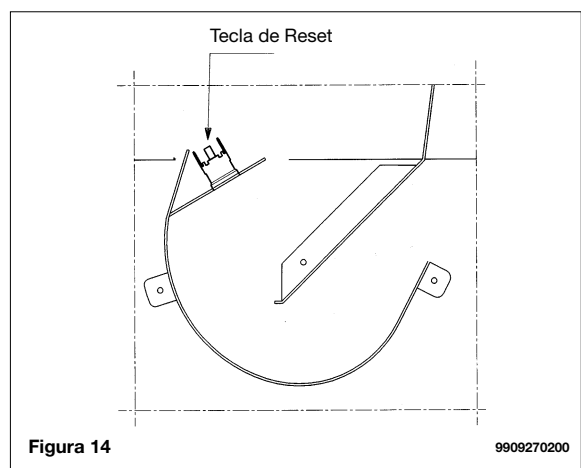

Figura 14
En estas condiciones, la caldera se bloquea; elimine la causa del inconveniente y vuelva a encenderla apretando el botón ilustrado en la figura 14 y girando el selector (1) en la posición **R** por un segundo en el mínimo.